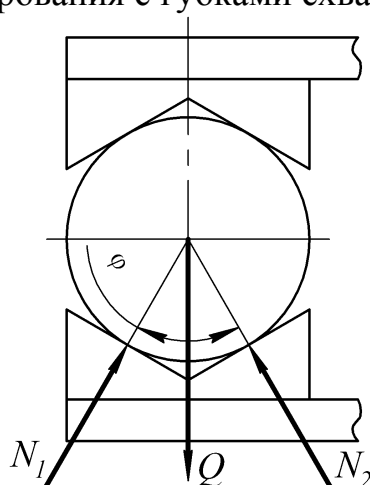

Рис. 2
3. Объект манипулирования массой  $m = 15,0$  кг удерживается в призматических губках схвата (рис. 2). Рассчитать силы  $N_1, N_2$ , действующие в местах контакта объекта манипулирования с губками схвата при  $\varphi = 60^\circ$ .